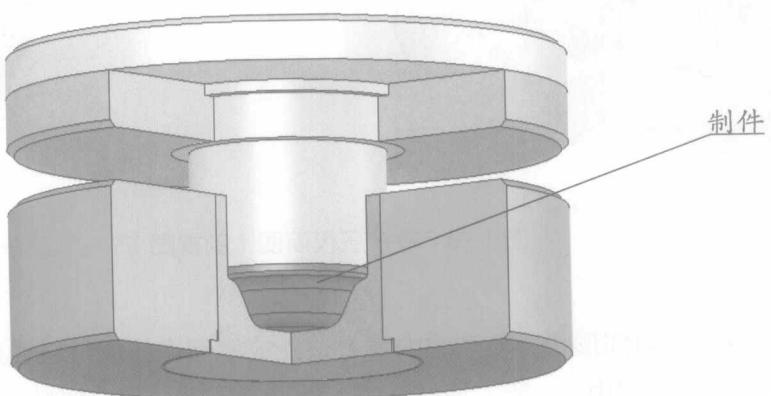

图 1-11 压缩模的结构形式（剖视图）
② 压缩模 将塑料放入模具的型腔中，在液压机上加热、加压，使软化的塑料充满型腔，并保持一定的温度、压力和时间，冷却后塑料即硬化成制件。图 1-11 所示为压缩模的结构形式。